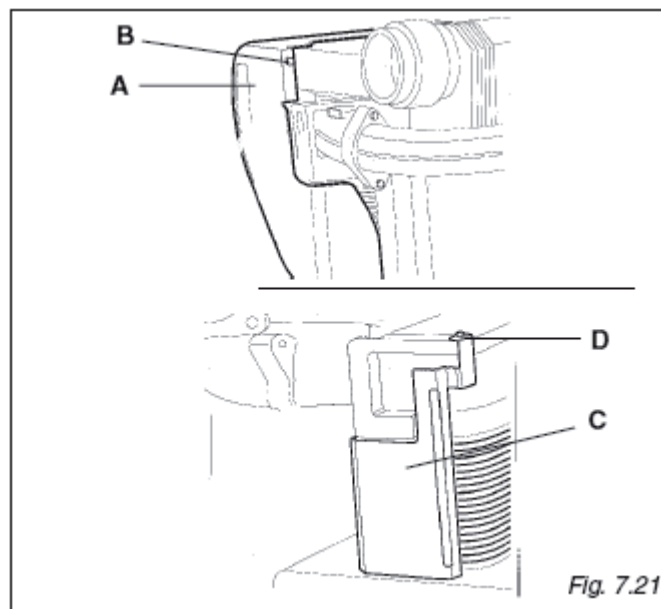

Fig. 7.21
7.22 COOLING JACKET (FIG. 7.21 - 7.22)